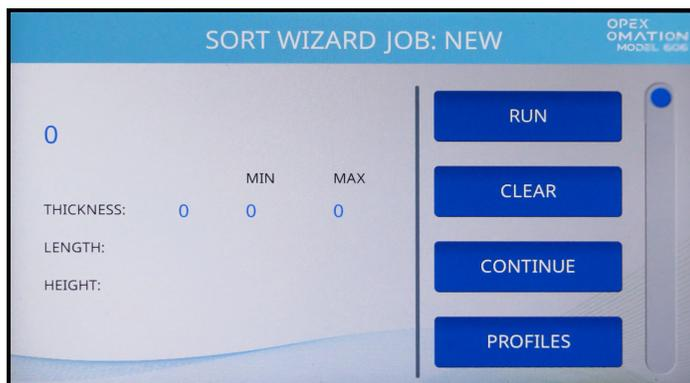

図 6-24 : ソートウィザードのサンプル実行画面
8. サンプルの処理が終了すると、ソートウィザードのジョブ画面 (図 6-24) に、キャプチャされたプライマリーメールの値が表示されます。 **CONTINUE** を押します。